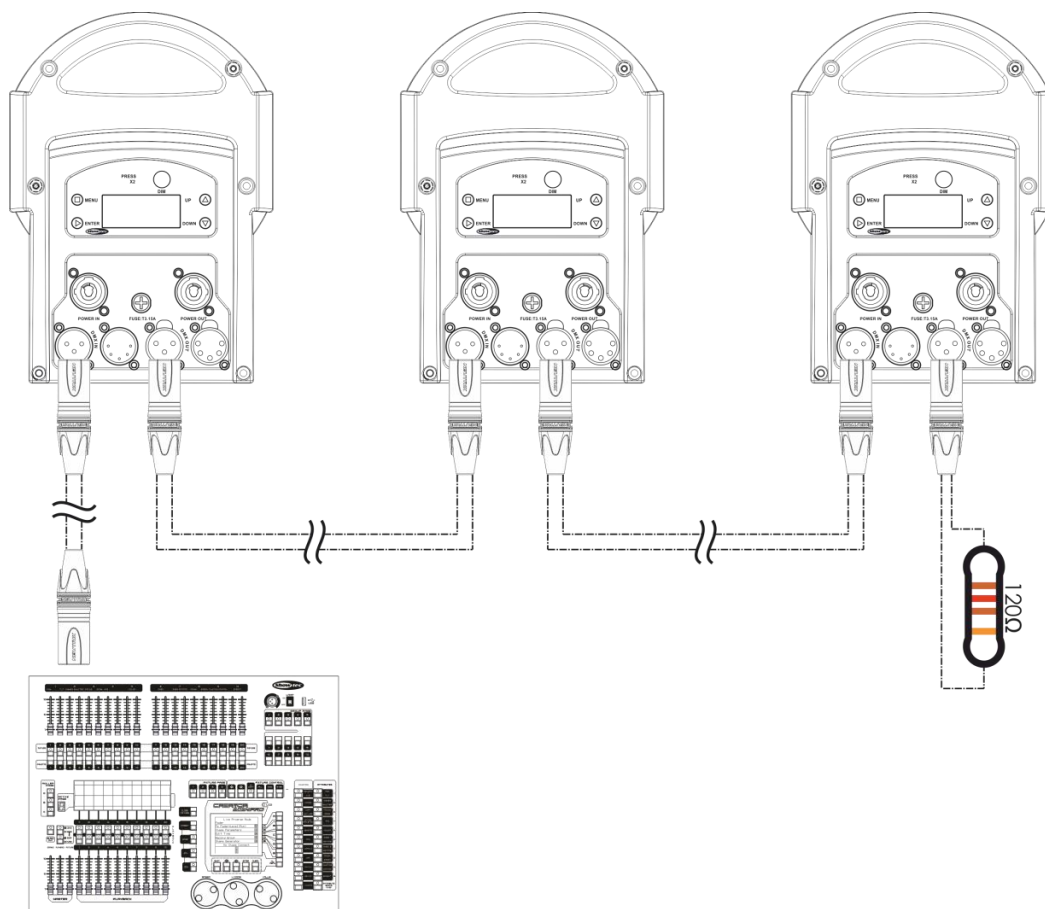

Fig. 06
- 04) Collegare le unità come indicato nella Fig. 06. Collegare la presa DMX "out" della prima unità alla presa DMX "in" della seconda unità, servendosi di un cavo di segnale DMX. Ripetere questo processo fino a collegare la seconda, la terza e la quarta unità.